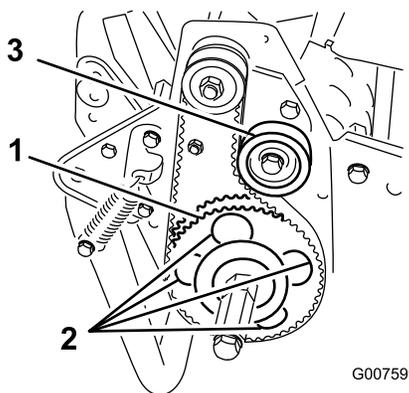

図 48
7. 受動プーリを回して、4つの穴にローラベアリングフランジネジを整列させる (図 48)。
を締める (図 48)。